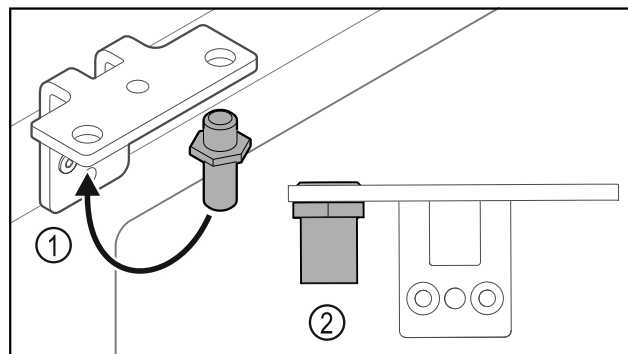

Fig. 34
- ▶ Premjestite svornjake Fig. 34 (1) u kutnim šarkama.
- ▶ Pritegnite svornjake Fig. 34 (2) **okretnim momentom od 12 Nm.**